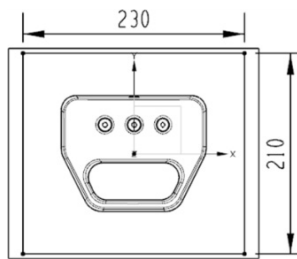
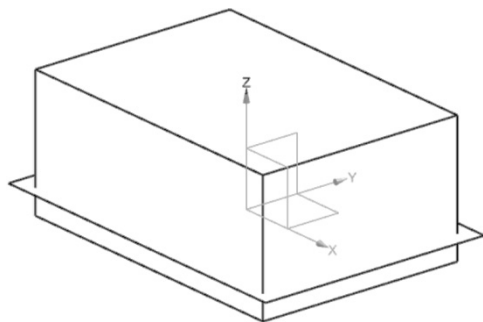

图 14-8 绘制截面
图 14-9 创建工作件
(15) 在主菜单中上选取“插入 | 组合 | 缝合”，缝合所有曲面。
(16) 选取“菜单 | 格式 | 图层设置”命令，设定第 1 层为工作图层。
(17) 单击“拉伸”按钮，在【拉伸】对话框中单击“绘制截面”按钮，选取 XOY 为草绘平面，绘制一个矩形截面 (230 mm×210 mm)，如图 14-8 所示。
(18) 单击“完成”按钮，在【拉伸】对话框中对“指定矢量”选择“ZC ↑”，把“开始距离”设为-30mm，“结束距离”设为 100mm，对“布尔”选择“无”。
(19) 单击“确定”按钮，创建工作件，如图 14-9 所示。